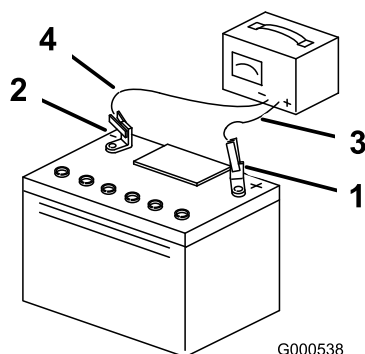

Figure 43
4. Quand la batterie est chargée au maximum, débranchez le chargeur de la prise, puis débranchez les fils du chargeur des bornes de la batterie (Figure 43).